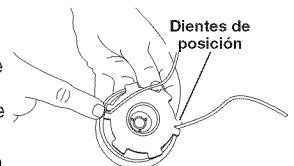

Fig. 20
12. Inserte los extremos de la línea en una de las dos ranuras de fijación (Fig. 20).